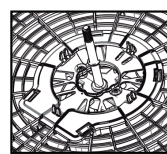

Figura 15
- Para retirar a grade traseira deve-se pressionar as travas para trás e puxar a grade livrando-a do dente da trava como mostrado na figura 15.